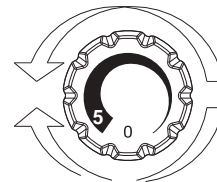

Fig. 2
• La regolazione della temperatura per entrambi i compartimenti si effettua ruotando la manopola del termostato (Fig. 2).